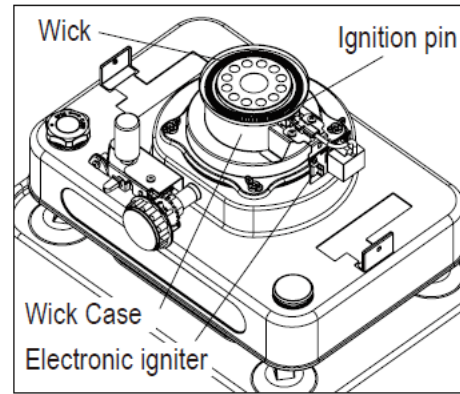

Fig.4
3. Gebruik geen hand- of geleidende voorwerpen om de ontstekingspen elektrode aan te raken tijdens het ontsteken (fig.4), anders wordt u verbrand en krijgt u een risico op een elektrische schok.